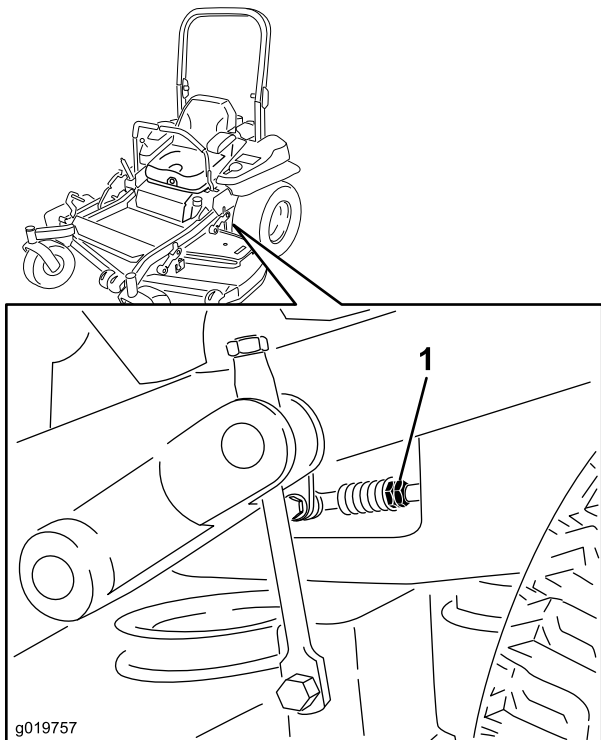

Bild 81
- Stellen Sie die Länge der Pumpenschaltstange ein, indem Sie die Doppelmutter an der Stange so weit in die entsprechende Richtung drehen, bis sich die Räder leicht zurückdrehen (Bild 81).